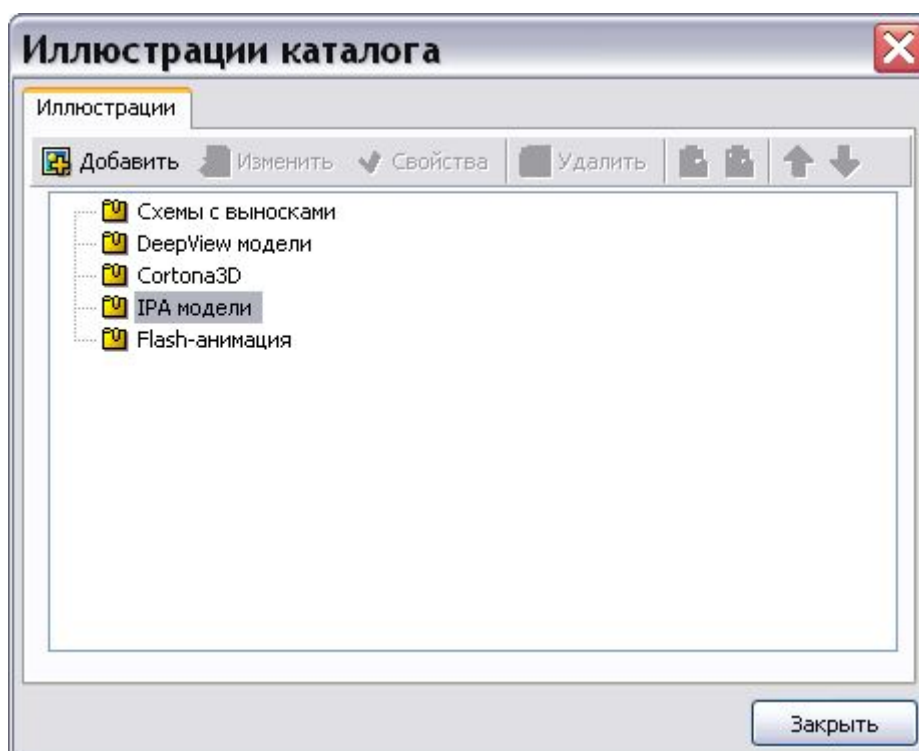

Рис. 4.64
1. В меню **Иллюстрации** выберите пункт **Иллюстрации**. При этом откроется окно **Иллюстрации каталога** (Рис. 4.64).